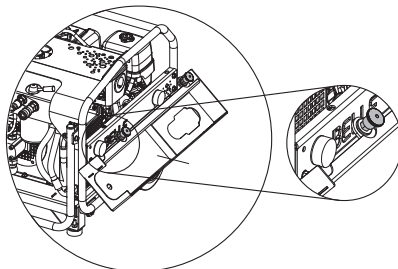

Imagen 3
4. Enganche la brida de la bandeja de herramientas bajo el protector lateral instalado y retraiga ambos vástagos (*consulte la imagen 3*)